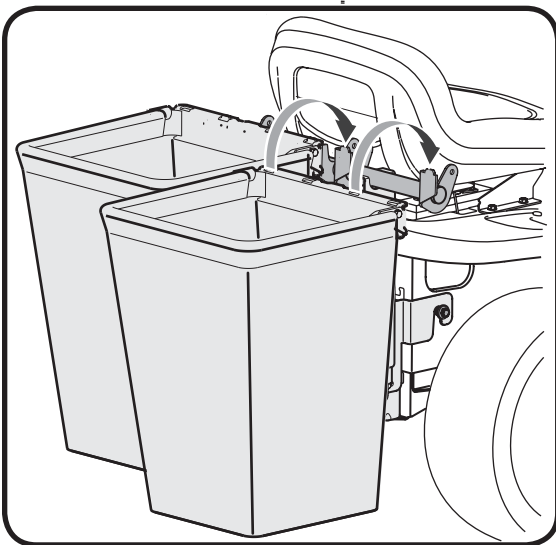

Figura 18
2. Instale las bolsas para pasto enganchándolas en el soporte para las bolsas de pasto usando las ranuras de la bolsa de pasto y las lengüetas del soporte de bolsas para pasto según se muestra en la Figura 18.